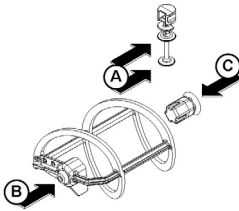

figura 13
**2** Lubrique el pistón del grifo, el rascador externo y la junta hexagonal (en los puntos A, B y C), (ver figura 13) utilizando exclusivamente la grasa suministrada por el fabricante u otra grasa